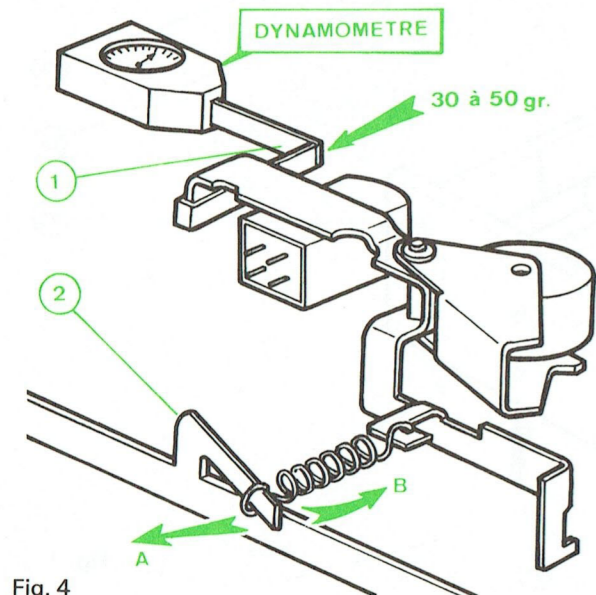

Fig. 4
B. RÉGLAGE DU MÉCANISME D'ARRÊT AUTOMATIQUE (Fig. 4)
- Appliquer le palpeur d'un dynamomètre sur l'index de commande (1) et appuyer jusqu'au déclenchement du mécanisme.